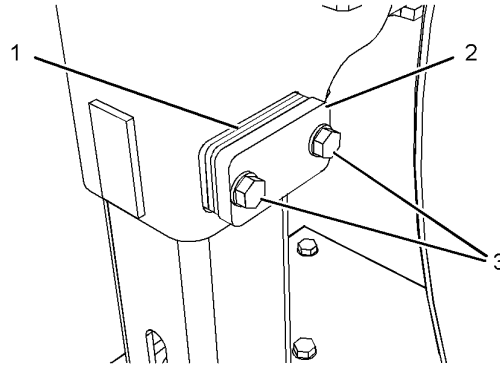

Рисунок 2
Рисунок 2 g06212617
**Примечание:** Для машин с фунт и фунт-силы префикс, Не проверяйте уровень масла на бортовых редукторах, проверку масла необходимо выполнять только в секции дифференциала. См. рис. 2 . См. раздел, "Уровень масла дифференциала (заднего) - Проверка"